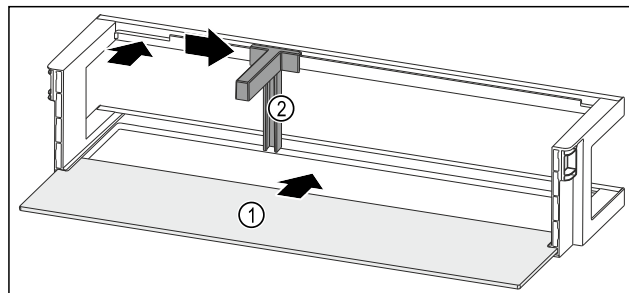

Fig. 96 Polica u vratima s policom za odlaganje
- Policu za odlaganje Fig. 96 (1) gurnite u bočne otvore.
- Držać za boce Fig. 96 (2) umetnite u otvor.
- Držać za boce Fig. 96 (2) pogurnite u željeni položaj na stranu.